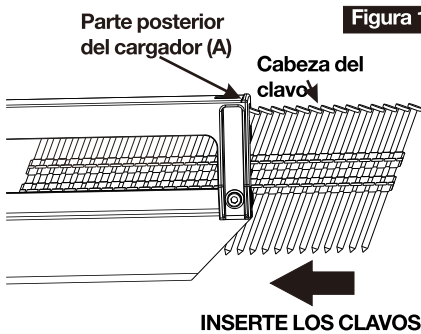
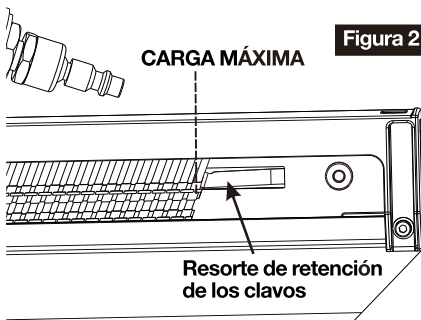

Figura 1
Figura 2
2. Coloque el listón de sujetadores en la parte posterior del cargador (A). Asegúrese de que los sujetadores apunten hacia abajo. (Ver figura 1 & figura 2)